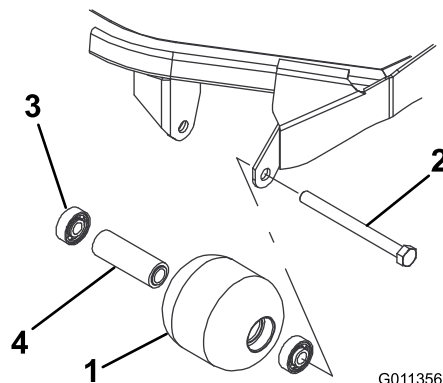

図 100
1. ローラ取り付けボルトを外す 図 100。
4. ローラハウジング、ベアリング、ベアリングスペーサに破損がないか点検する 図 100。破損している部品を交換し、組み立てを行う。
1. 第一のベアリングをローラハウジングに押し込む 図 100。アウターレースのみを押すか、インナーレースとアウターレースを均等に押すかする。
2. スペーサを入れる 図 100。
3. 第二のベアリングをローラハウジングに入れる 図 100このときは、インナーレースがスペーサに接触するまで、インナーレースとアウターレースを均等に押す。